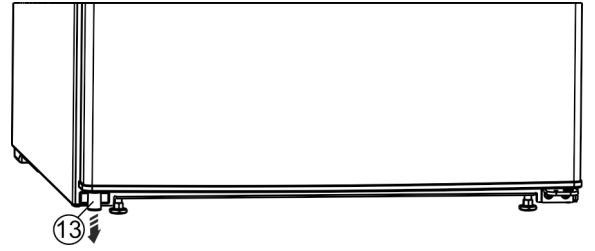

Fig. 14 *
- ▶ Ota väliskeosa Fig. 14 (13) ovesta alhaalta vasemmalta.*